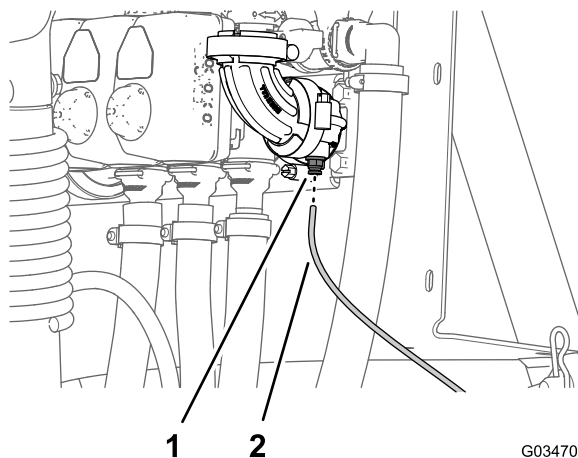

Figura 11
1. Premete sul collare per l'accoppiatore del tubo sul gomito a 90° nella valvola di sezione delle barre di destra (Figura 11).
2. Estraiete il tubo di rilevamento della pressione per il manometro della plancia dall'accoppiatore per tubo (Figura 11).